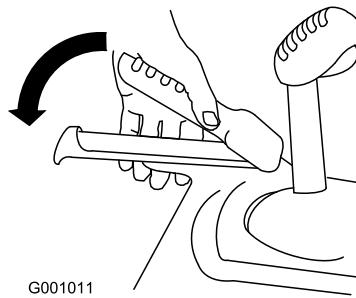

Рисунок 23
- Для включения привода тяги прижмите левый рычаг (тяги) к рукоятке (Рисунок 23).